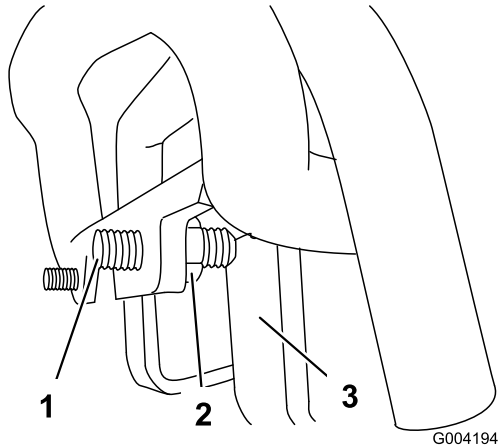

Figura 54
3. Se il trattore devia verso **sinistra**, allentare il controdado **destro** e regolare la vite di registro sulla parte anteriore del comando della trazione (Figura 54).
registro sulla parte anteriore del comando della trazione (Figura 54).